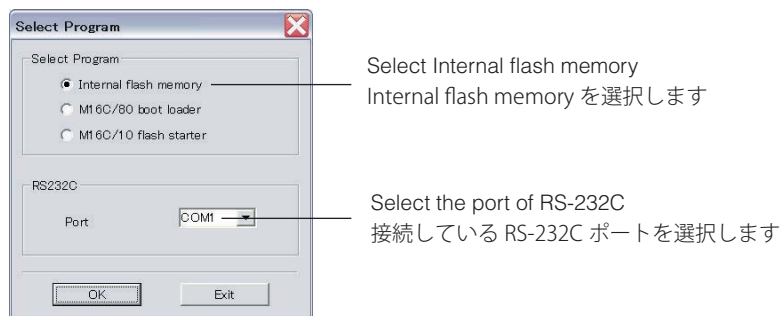

Fig. 3
3. Start up FlashSta.exe, the screen will appear as shown below. (Fig. 3)
すると下記の画面が表示されます。(Fig. 3)
4. Select the port and data to be transmitted. (Fig. 3)
4. 送信データ、ポートを選択します。(Fig. 3)